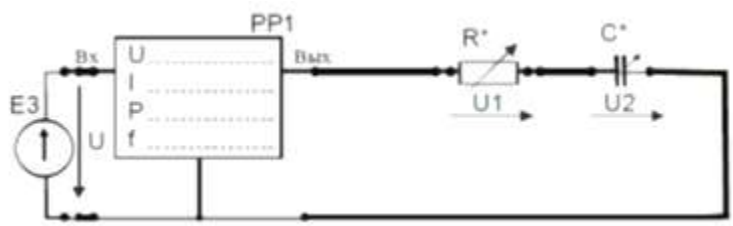

Рисунок 14
2. Собрать электрическую цепь с последовательным соединением резистора R^* и конденсатора C^* (рис. 14), используя элементы цепи в соответствии с заданным вариантом (табл. 18). В качестве резистора R^* использовать перестраиваемый резистор R10 в соответствующей позиции переключателя. У цифровых амперметров установить режим измерения переменного тока. Предъявить схему для проверки преподавателю.